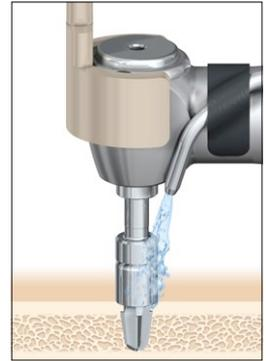

Fig. 14 : Fraisage avec fraise conique sans garde
7. Si l'épaisseur de l'os est adéquate, retirez la garde blanche de la fraise conique sans garde jusqu'à une profondeur de 4 mm (Fig. 14).